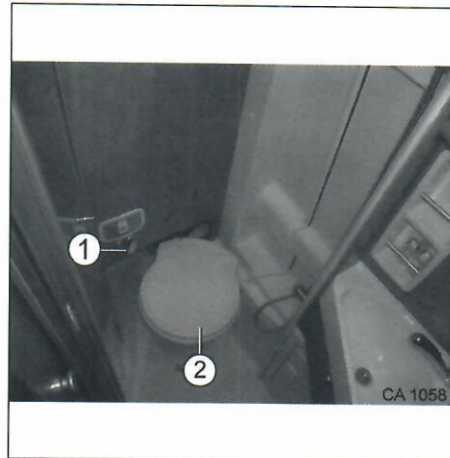
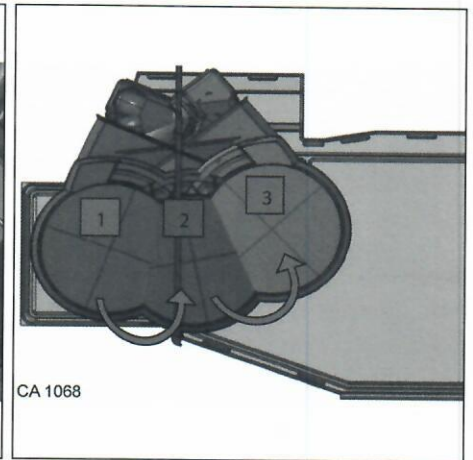

Abb. 28 Toilette
Abb. 29 Einrastpunkte Toilette
1. Drehgriff (Abb. 28, Pos. 1) im Uhrzeigersinn bis zum Anschlag, ca. 1/4 Umdrehung, drehen und halten.
2. Toilette (Abb. 28, Pos. 2) bis zum gewünschten Einrastpunkt (Abb. 29) nach vorn ziehen.